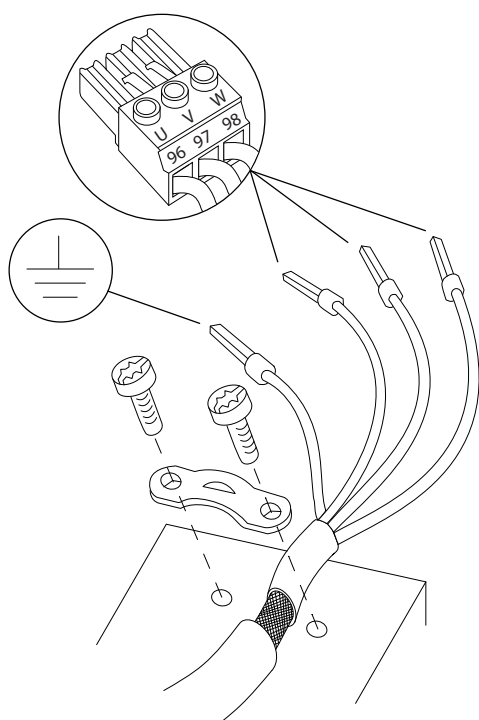

図 4.5 モーター接続
3. 章 4.3 接地に記載されている接地に関する指示に従って、最も近接した接地端子に接地線を接続します。図 4.5を参照してください。
4. 3 相モーター配線を端子 96(U)、97(V)、98(W) に接続します。図 4.5を参照してください。